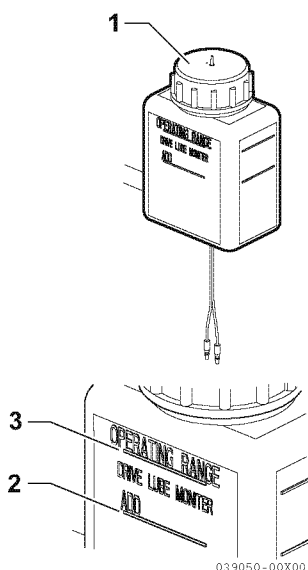

Figura 2
1. Verifique o nível do óleo da coluna de transmissão (**Figura 2**). Mantenha o nível do óleo na linha ou próximo da linha OPERATING RANGE (3, **Figura 2**) (INTERVALO DE FUNCIONAMENTO) (cheio) no depósito do óleo (1, **Figura 2**).
2. O nível do óleo está baixo se se situar abaixo da linha ADD (2, **Figura 2**) (ADICIONAR) no depósito do óleo (1, **Figura 2**). Reabasteça de acordo com as necessidades, com o óleo especificado. Ver *Abasteça a coluna de transmissão com óleo na página 26*.